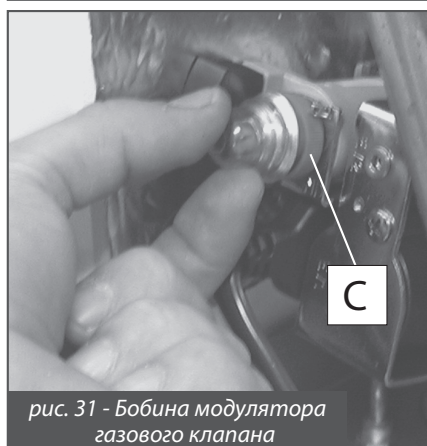

рис. 31 - Бобина модулятора газового клапана
- снять пластиковый колпачок **С** с верхней части бобины модулятора газового клапана (рис. 31), который предохраняет винты регулировки давления;